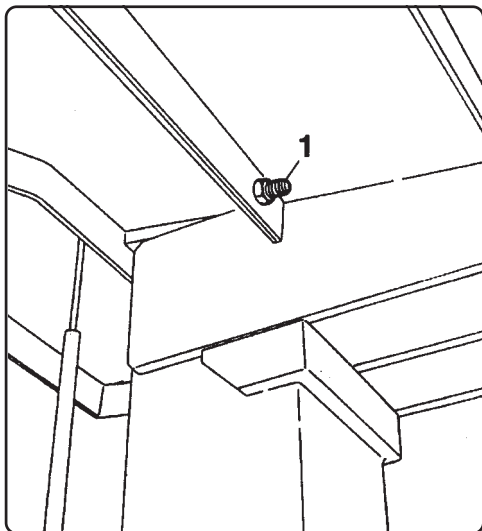
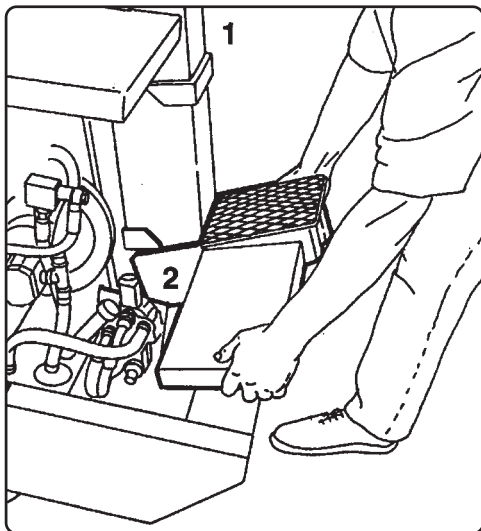

Fig. 6
Fig. 7
- 1) Ställ vedklyven upprätt med städet korrekt isatt i överläge (1 Fig. 7) Kontrollera att bulten under arbetsbordet (endast för modell PS 700/900) är (1 Fig. 6). Om man vill ha ett större avstånd mellan kniven och arbetsbotdet ska man kontrollera att det sistnämnda i underläget (2 Fig.7), är tätt intill maskinens stolpe
Då vedklyven sätts i rörelse öppnar sig bladet maximalt. Genom att skruva på bulten (8 Fig.1) är det även möjligt att förändra klyvlängden. För modell PS 700 och 90 är det möjligt att förlänga klyvlängden genom att ta bort bulten (1 Fig. 6) och flytta städet från pos. 1 till pos. 2 (Fig. 7). Kontrollera att arbetsbordet är tätt intill maskinens stolpe.
bulten igen (1 Fig. 6).